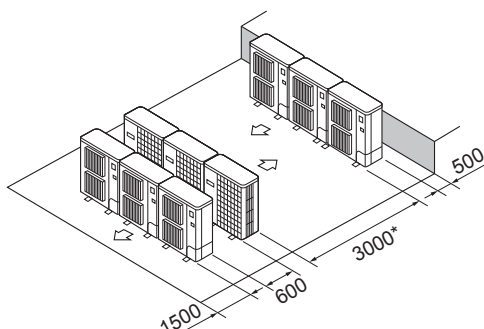

Fig. 2-14
- ⑥ Uppställning med flera parallella enheter (Fig. 2-14)